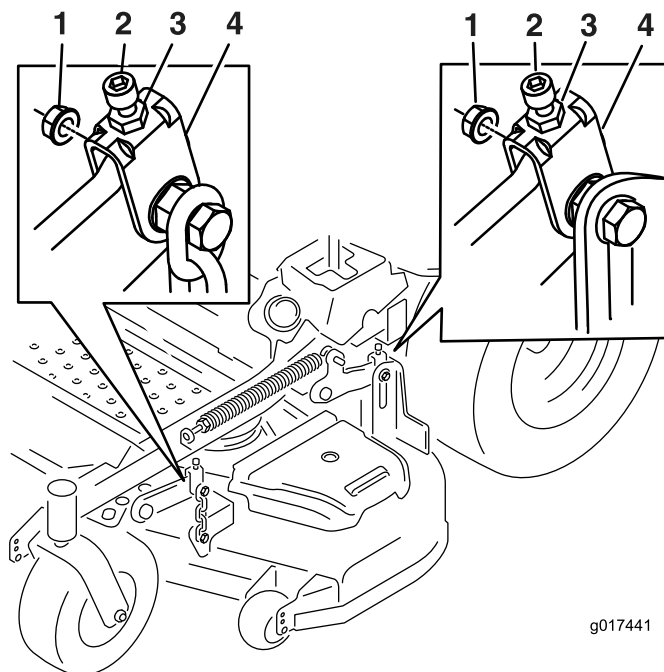

Figura 73
Gire el tornillo de ajuste hasta obtener una altura de 7.6 mm (3 pulg.) (ver Figura 73).
16. Gire el tornillo de ajuste hasta obtener una altura de 8.3 cm (3-1/4 pulg.) (Figura 73).